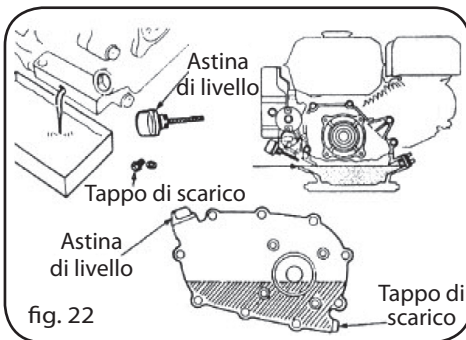

fig. 22
- Svitare il tappo dell'olio e quello di scarico per far fuoriuscire completamente l'olio. Riavvitare bene il tappo di scarico (Fig. 22).